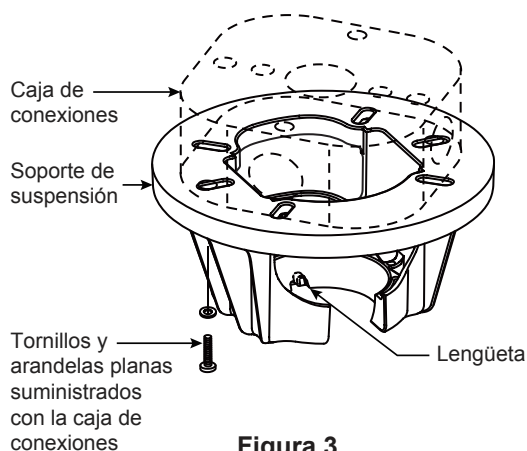
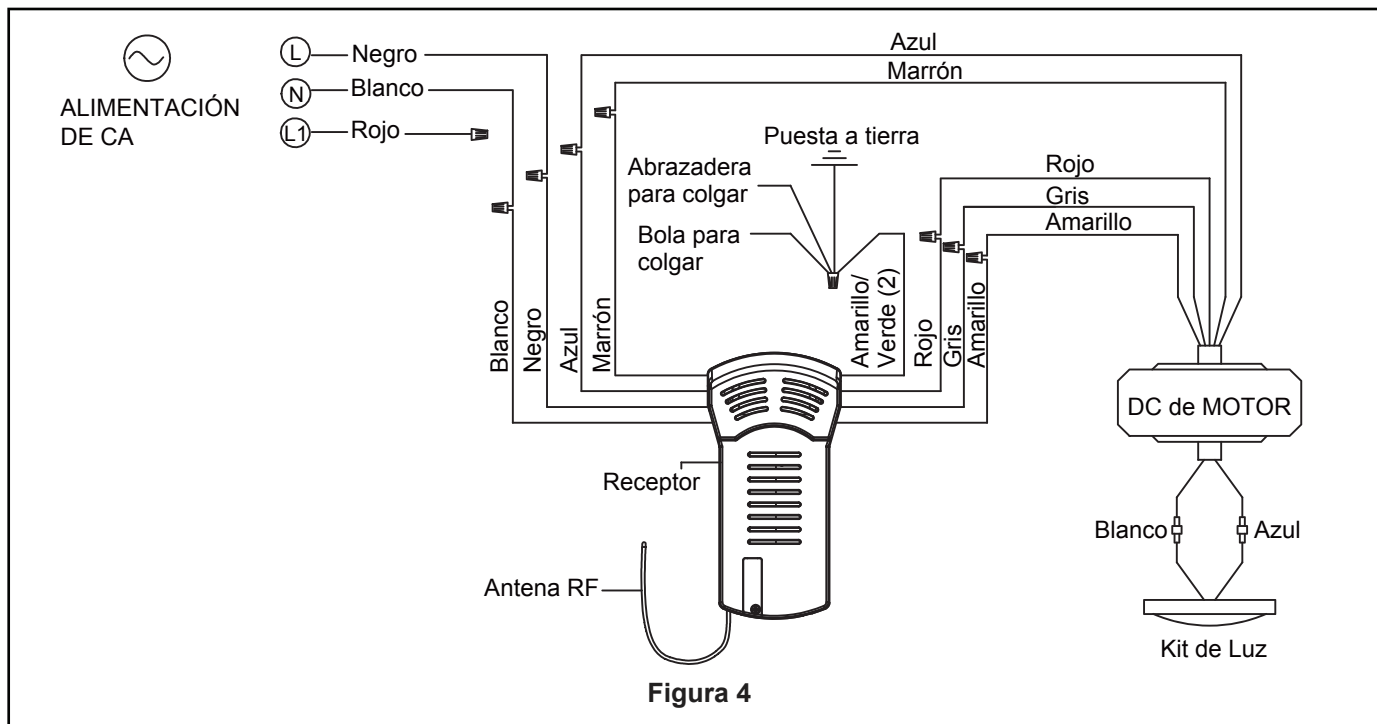

Figura 3
Figura 4
☐ **3.** Retire el clip de horquilla y pasador de horquilla de la parte inferior de la bola para colgar. Retener el pasador y clip para la reinstalación en el paso 5. (Figura 3)
- ☐ 1. Fije bien el soporte de suspensión a la caja de conexiones con los tornillos y las arandelas planas suministrados con la misma. (Figura 3)
NOTA: Se deben pasar los tornillos de la caja de conexiones a través de los orificios que se encuentran en el soporte de suspensión. (Figura 3)
- ☐ 3. Con cuidado, levante el ventilador y apoye la unidad del barral/de la semiesfera en el soporte de suspensión que acaba de fijar a la caja de conexiones. (Figura 4) Asegúrese de que la ranura en la semiesfera esté alineada con el reborde del soporte de suspensión. (Figura 3)
2. Deslice el receptor en el soporte de suspensión antes de realizar el cableado como se muestra en la figura 3.
3. Realice las conexiones de cables al bloque del terminal como se muestra en la Figura 4.